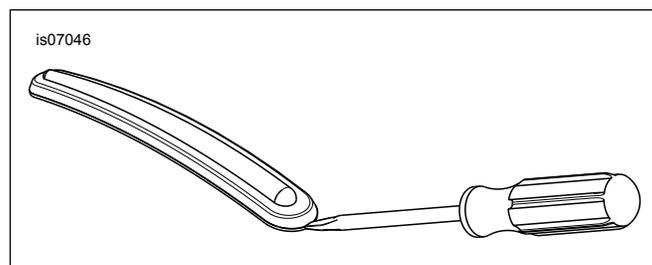

Figura 1. Rimuovere la striscia di finitura del parafango
- b. Vedere Figura 1. Inserire la punta del cacciavite tra la cornice cromata e la striscia di finitura di gomma.